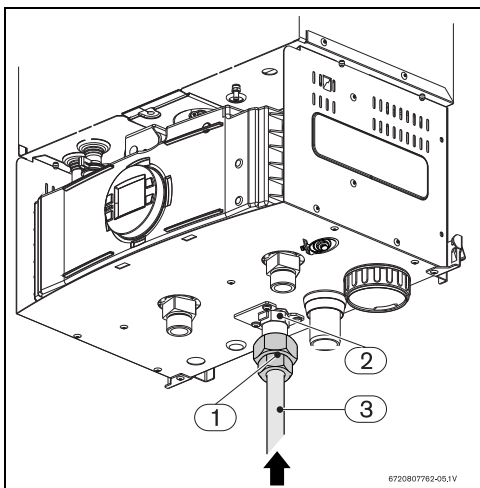

Fig. 28 *Collegamento tubo di adduzione gas*
- Stringere il dado (Fig. 28, pos.1) presso il filetto di entrata gas (Fig. 28, pos. 2) e realizzare il collegamento saldato tra il tubo (Fig. 28, pos. 3) e la rete di erogazione.